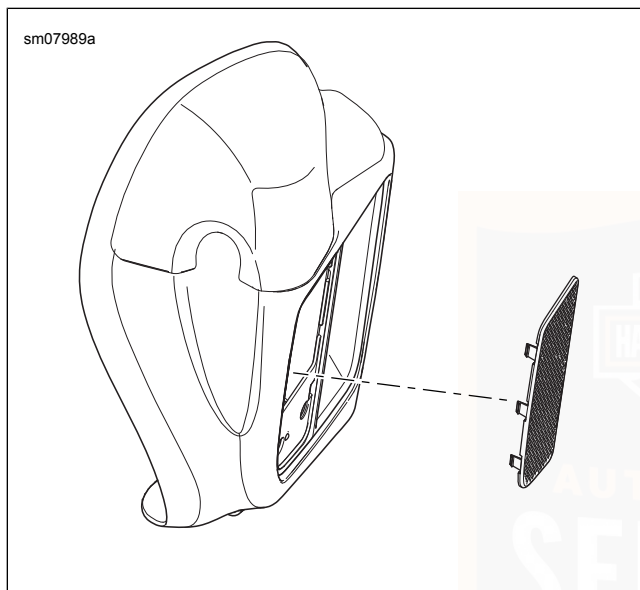

Abbildung 73. Kühlergrillabdeckung der unteren Verkleidung
1. Siehe Abbildung 73. Den äußeren Kühlergrill an der unteren Verkleidung ausbauen.